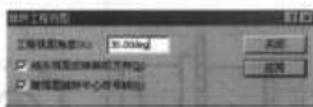

图 6-80 “旋转工程视图”对话框
(1) 选择一工程视图后，单击视图工具栏中的 $\square$ （旋转视图）工具，或右键单击要旋转的工程视图，然后在快捷菜单中选择“缩放/平移/旋转”→“旋转视图”命令。
(2) 弹出如图 6-80 所示的“旋转工程视图”对话框，设定以下项目：